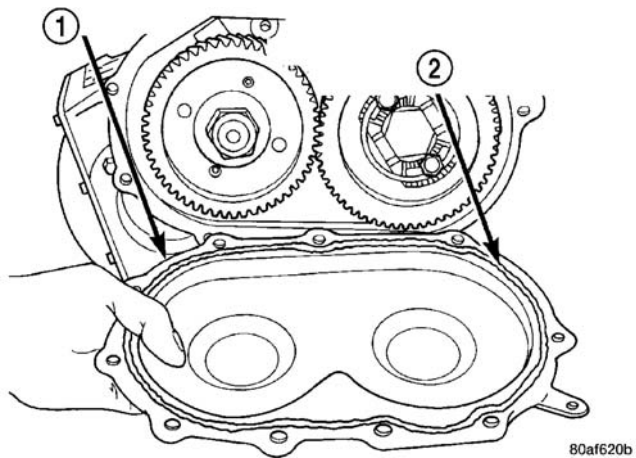

图 53 拆下后盖
- 1-离合器盘 (5)
- 2-离合器片 (5)
(37) 拆下动力传输轴齿轮盖 (图 53)。